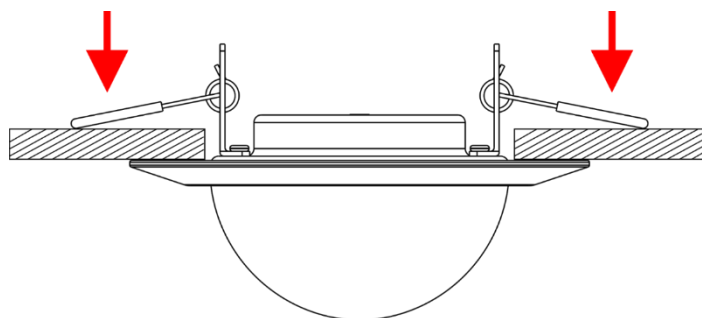

Fig. 06
- 05) Introduzca la unidad Pixel Dot completamente en la abertura de montaje. Las presillas de montaje con resorte (02) se soltarán fijando la unidad Pixel Dot en su lugar (Fig. 06).